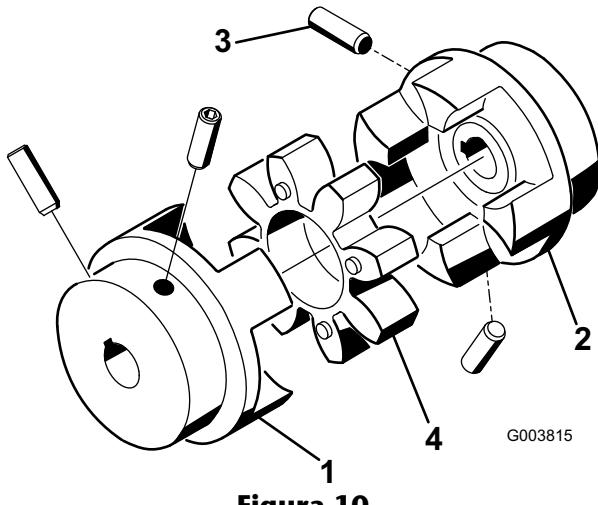

Figura 10
2. Inserire lo strumento di allineamento dei cuscinetti nelle staffe e nell'accoppiatore della ventola (Figura 9). Controllare che la stella dell'accoppiatore (Figura 10) non si trovi nell'accoppiatore.
- Le viti di fermo che fissano gli accoppiatori del motore e dell'albero della ventola (Figura 10) devono essere serrati a una coppia compresa tra 6,5 e 9,3 Nm.